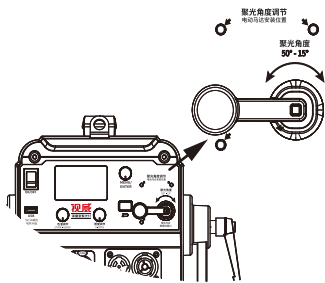

图8 控制面板(改装前)
1) 使用附件盒里面的工具(内六角扳手)将图8中的调焦手柄拆卸下来；